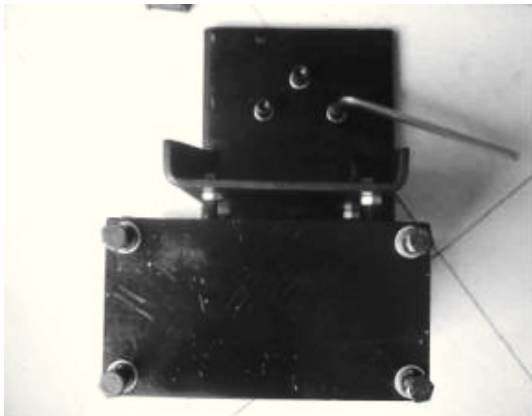

рис.29
6.1.2 Удалите упаковку с приспособления PL1330. Проверьте наличие деталей в соответствии с упаковочным листом. Затем достаньте основание в сборе (Рис. 29) и установите на нем винты и шайбы.